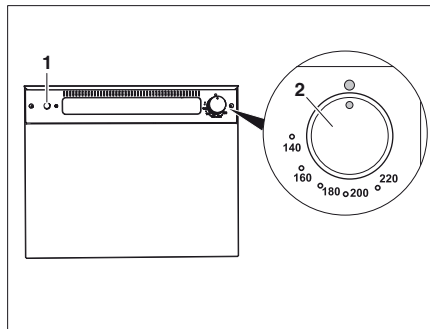

Bild 326 Gasugn (Thetford)
- Tryck lätt på vridregulatorn (Bild 326,2) och vrid den åt vänster till valfritt läge.
- Tryck på tändaren (Bild 326,1) tills lågan tänds.
- Vrid vridregulatorn (Bild 326,2) till "O". Flammen slocknar.